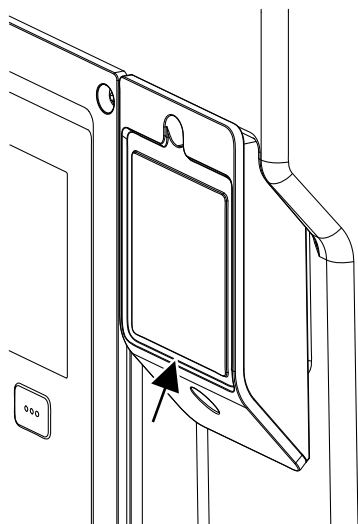

Fig. 27: Coperchio per modulo Wilo-Smart Connect BT
1. Allentare la vite del coperchio del modulo Wilo-Smart Connect (Fig. 27) e aprire il coperchio.
A causa della sua tipologia costruttiva, il modulo Wilo-Smart Connect BT può essere inserito in un solo allineamento. Non vi è alcun ulteriore fissaggio del modulo stesso. Il coperchio del modulo Wilo-Smart Connect (Fig. 27) sulla parte superiore del modulo elettronico mantiene saldamente il modulo nell'interfaccia.